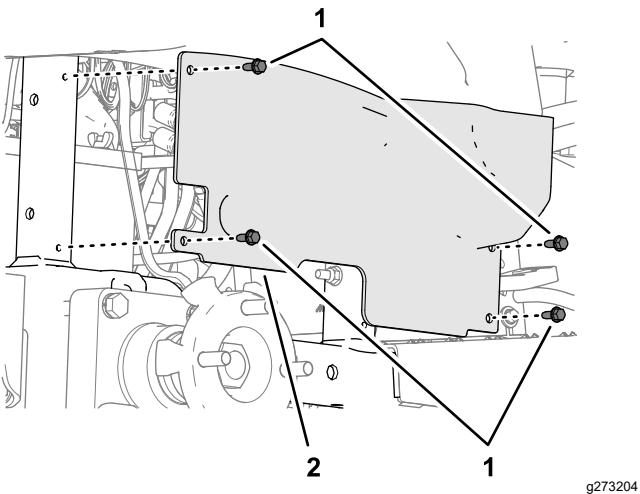

Figure 31
- Retirez les 4 vis à embase ($\frac{1}{4} \times \frac{5}{8}$ po) qui fixent le panneau de protection de la roue sur le cadre de la machine (Figure 31).
- Alignez les trous du panneau de protection de la roue et ceux du cadre de la machine (Figure 31), puis fixez le panneau de protection au cadre à l'aide des 4 vis à embase ($\frac{1}{4} \times \frac{5}{8}$ po) que vous avez retirées à l'opération 3.